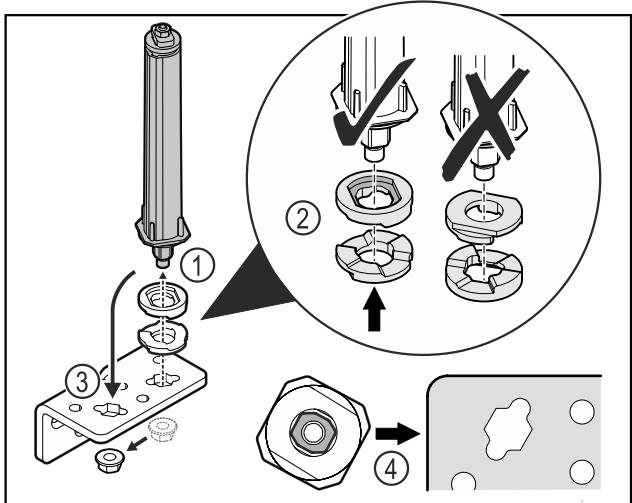

Fig. 41
- Mutter lösen und Türschließsystem entfernen Fig. 41 (1).
- Auf die korrekte Ausrichtung der Höhenverstellscheiben achten Fig. 41 (2).
- Türschließsystem im Scharnierwinkel umsetzen und mit der Mutter fixieren Fig. 41 (3).
- Beim Einsetzen auf die korrekte Ausrichtung des Türschließsystems achten Fig. 41 (4).